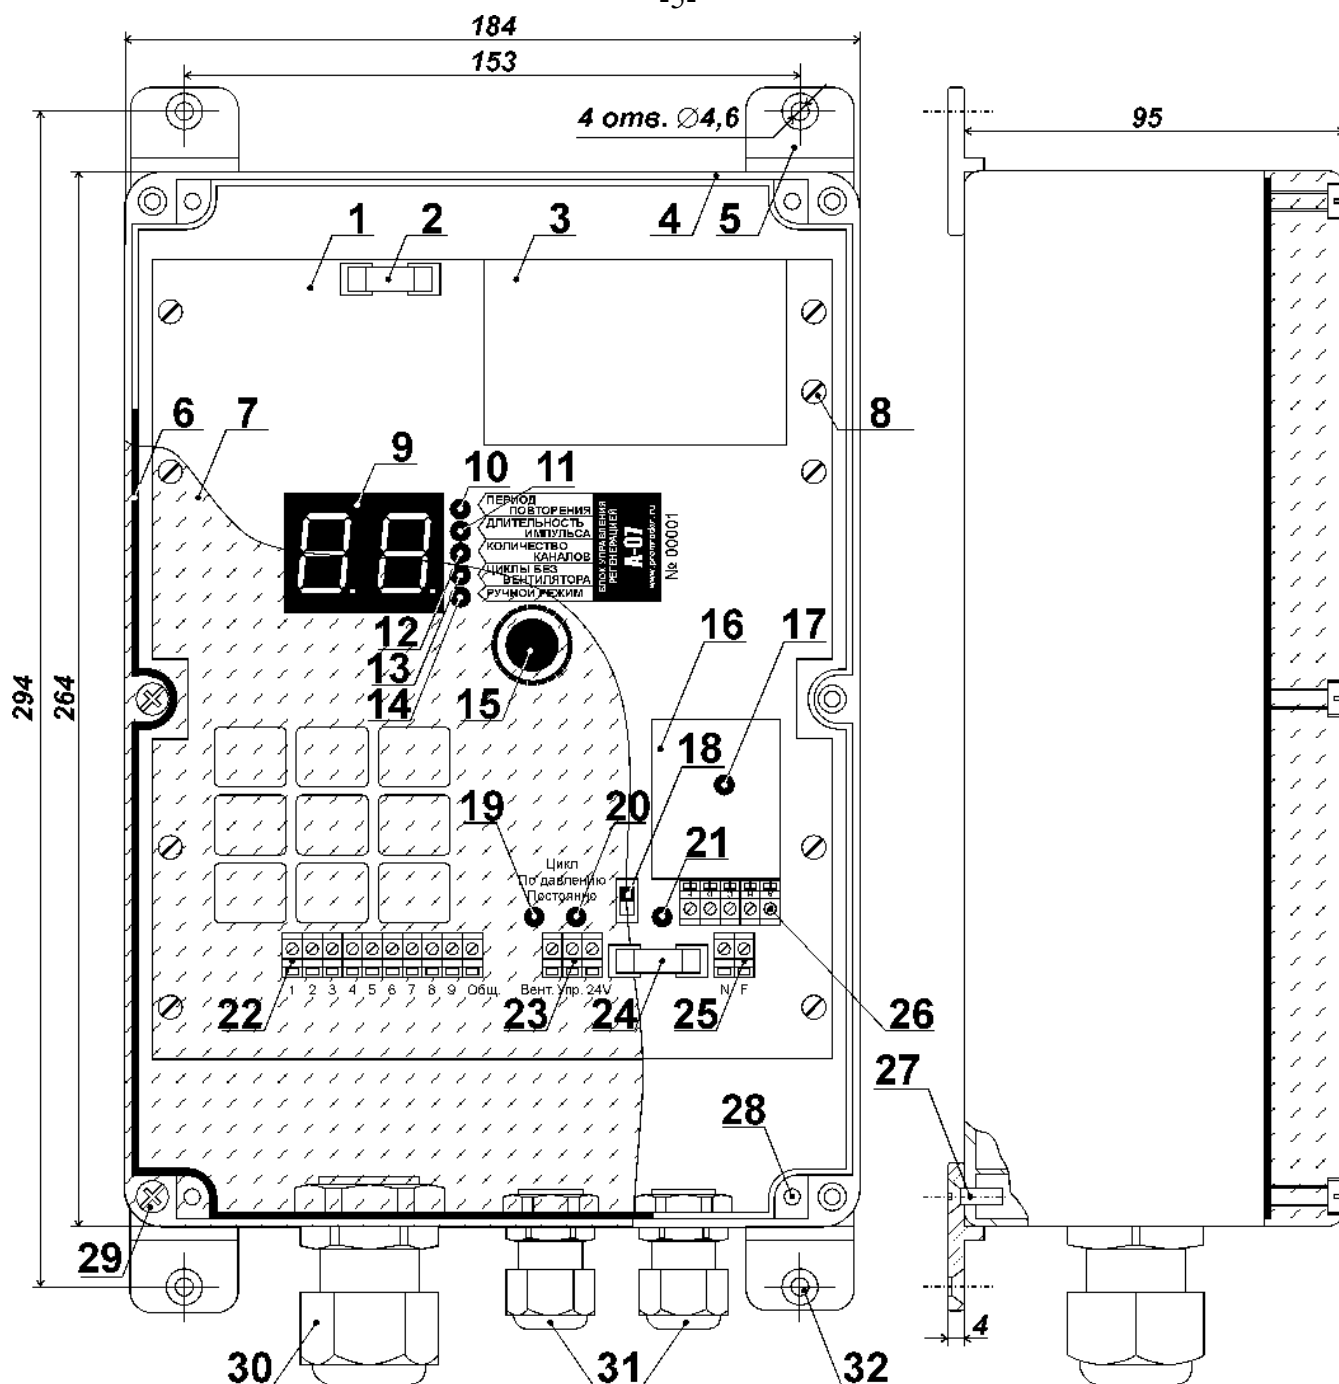
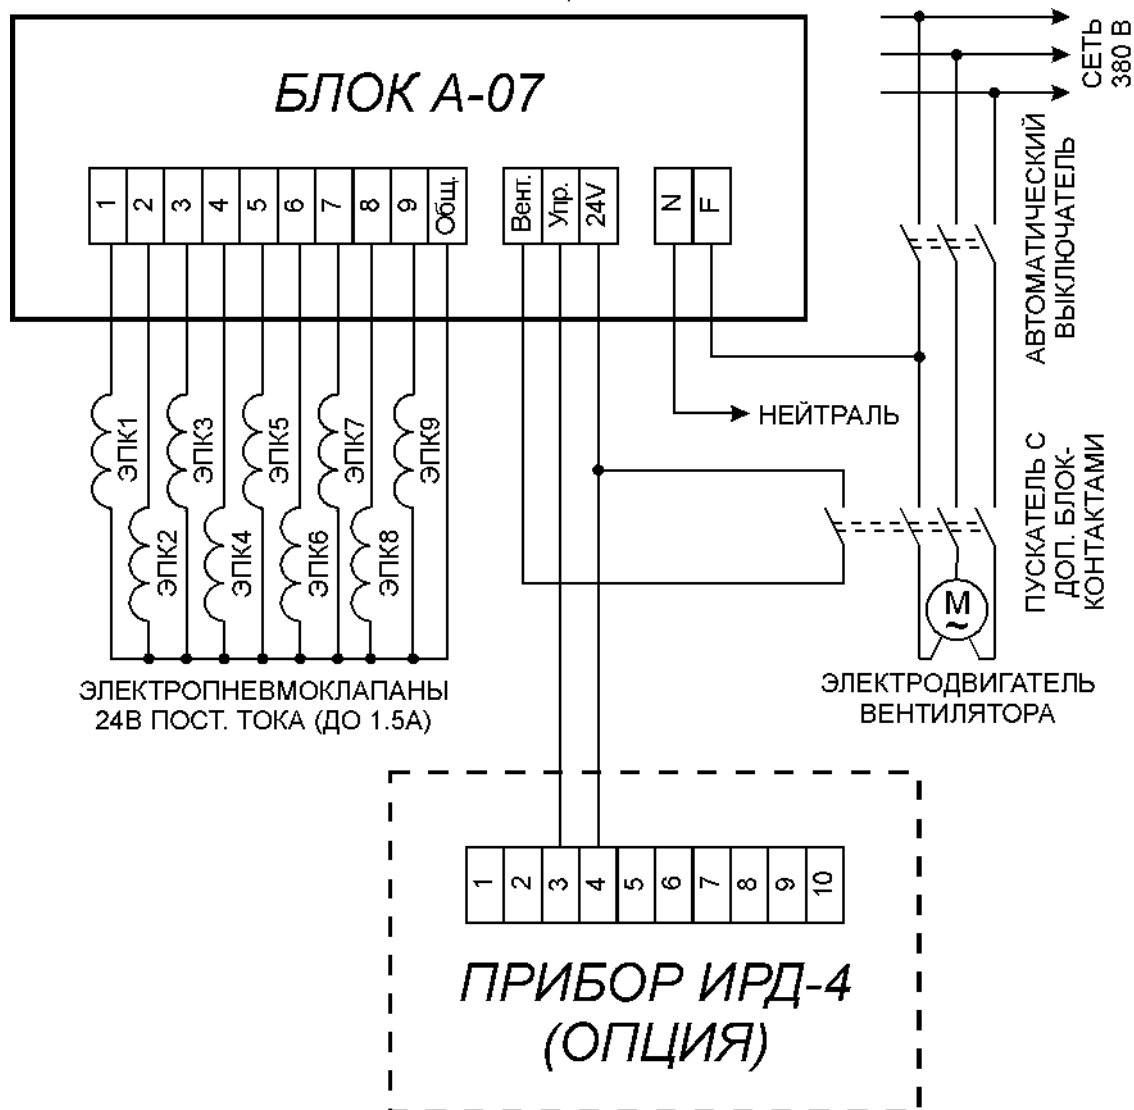

Рис. 1. Конструкция блока А-07.
Рис. 2. Схема подключение блока А-07.
Конструкция блока показана на рис. 1. Электрическая схема блока собрана на печатной плате [поз. 1], которая саморезами [поз. 8] закреплена в корпусе [поз. 4].
Четыре крепёжные пластины [поз. 5 на рис. 1] устанавливаются снаружи и притягиваются к корпусу блока специальными винтами [поз. 27 на рис. 1]. Винты вворачиваются в отверстия [поз. 28 на рис. 1] на пластиковом дне корпуса с помощью отвёртки. Момент затяжки винтов должен обеспечивать надёжную фиксацию крепёжных пластин и не допускать их разрушения.
6.2. Блок устанавливается на стену (колонну) и должен быть надёжно закреплён. Монтаж блока ведётся с помощью винтов М4 или саморезов диаметром до 4,5 мм, вставляемых в четыре крепёжные отверстия [поз. 32 на рис. 1].
6.4. Схема подключения блока приведена на рис. 2. Управляющие провода ЭПК подключаются клеммам «1» - «9» (при количестве каналов – 9) клеммного ряда [поз. 22 на рис. 1]. Если число рукавов или картриджей воздушного фильтра меньше 9, то для подключения ЭПК необходимо использовать соответствующее количество клемм блока, начиная с клеммы «1».
6.5. Общий провод ЭПК подключается к клемме «Общ.» клеммного ряда [поз. 22 на рис. 1].
6.6. Клеммы «Вент.» и «24В» клеммного ряда [поз. 23 на рис. 1] подключаются к вспомогательным блок-контактам пусковой аппаратуры вентилятора. При работающем вентиляторе эти блок-контакты должны замыкаться между собой.
6.7. При наличии внешнего прибора ИРД-4, контролирующего уровень запылённости фильтра, клемма «24В» клеммного ряда [поз. 23 на рис. 1] должна также подключаться к клемме № 4 прибора ИРД-4, а клемма «Упр.» – к его клемме № 3.
7.1. После подачи сетевого напряжения блок ожидает включения вентилятора, отображая «0» на цифровом табло [поз. 9 на рис. 1].
7.2. После включения вентилятора, если переключатель «Режим» [поз. 18 на рис. 1] находится в положении «По давлению», ожидание продолжается до получения от прибора ИРД-4 разрешения на начало регенерации. После его получения, а также при другом положении переключателя «Режим» включается светодиод [поз. 20 на рис. 1] и блок начинает формирование управляющих импульсов со следующими (заводскими) установками:
В процессе работы, когда индикаторы [поз. 10 - 14 на рис. 1] не горят, на цифровом табло [поз. 9 на рис. 1] отображается номер канала (выходной клеммы блока), в который будет выдан очередной импульс управления ЭПК.
7.3. Для изменения установленных параметров следует нажать на энкодер [поз. 15 на рис. 1]. При каждом нажатии последовательно включается один из светодиодов [поз. 10 - 14 на рис. 1], указывая на то, какой из параметров может быть изменён. Текущее значение параметра отображается на цифровом табло [поз. 9 на рис. 1]. Увеличение введённого значения осуществляется поворотом энкодера по часовой стрелке, а уменьшение - против. Ввод в память блока изменённых параметров происходит при очередном нажатии на энкодер, либо при отсутствии каких-либо воздействий на него в течение 5 секунд (кроме работы в «Ручном режиме»).
7.4. При первом нажатии на энкодер загорается индикатор «Период повторения» [поз. 10 на рис. 1] и цифровое табло отображает текущий период повторения управляющих импульсов (в секундах). При вращении энкодера значение на табло меняется от 2 до 99 сек. с шагом в 1 сек.
При следующем нажатии на энкодер загорается индикатор «Длительность импульса» [поз. 11 на рис. 1] и табло показывает текущую продолжительность управляющих импульсов (в сотых долях секунды). При вращении энкодера значение на табло меняется от 3 до 99 с шагом 1, что соответствует длительности импульса от 0,03 до 0,99 сек. с шагом в 0,01 сек.
При очередном нажатии на энкодер загорается индикатор «Количество каналов» [поз. 12 на рис. 1] и на табло выводится число управляемых ЭПК. При вращении энкодера значение меняется от 1 до 9 с шагом 1. На тех клеммах блока, номера которых больше установленного значения, управляющие импульсы формироваться не будут. Введённые изменения вступают в силу только после завершения текущего цикла регенерации.
После ввода количества каналов нажатие на энкодер включает индикатор «Циклы без вентилятора» [поз. 13 на рис. 1]. При вращении энкодера значение на табло меняется от 1 до 9 с шагом 1. После получения сигнала об остановке вентилятора блок закончит текущий цикл, а затем выдаст управляющие импульсы на каждый подключённый ЭПК заданное количество раз.
Следующее нажатие на энкодер включает светодиод «Ручной режим» [поз. 14 на рис. 1]. В этом режиме управляющие импульсы выдаются только на один ЭПК, номер которого выводится на цифровое табло. Этот режим работы предусмотрен для диагностики неисправностей в катушках ЭПК. Выход из режима производится нажатием на энкодер.
При срабатывании светодиода [поз. 17 на рис. 1] светодиод [поз. 21 на рис. 1] не загорается.
Перегорает предохранитель [поз. 24 на рис. 1]